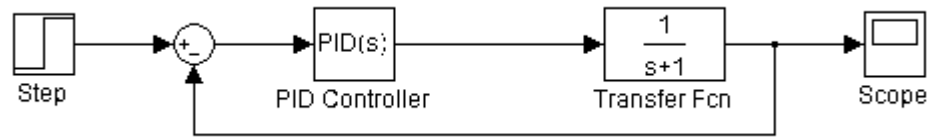

Рис. 1.1
2.1. Запустите пакет Simulink. Соберите схему моделирования, представленную на рис. 1.1.
8.1. Соберите схему моделирования, представленную на рис. 1.1. Введите в блок Transfer Fcn передаточную функцию объекта управления. Установите в блоке